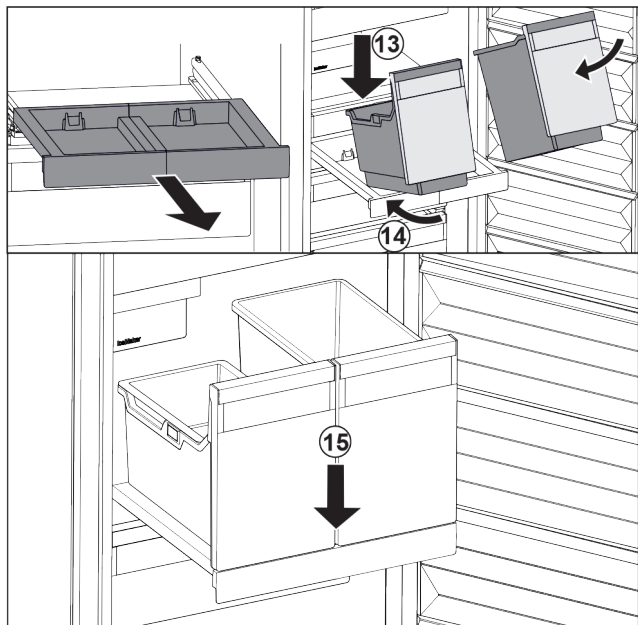

Fig. 101
- ▶ 将容器斜放在拉出式搁板上。 Fig. 101 (13)
- ▶ 将容器斜着向后推入。 Fig. 101 (14)
- ▶ 放下容器前部。 Fig. 101 (15)